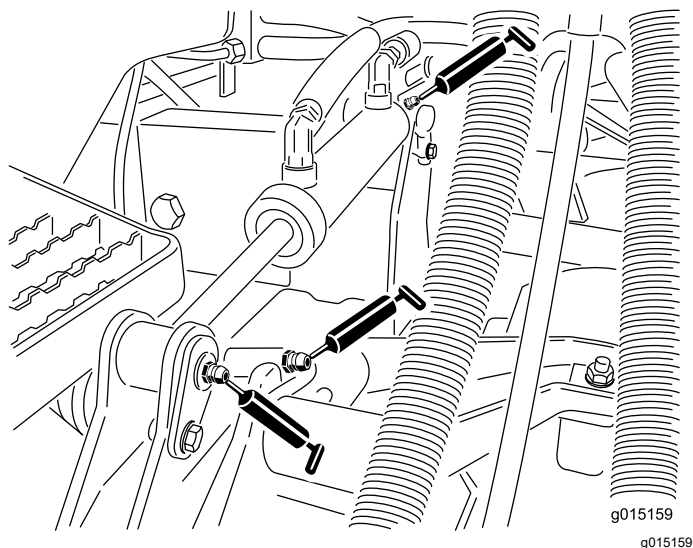

図 84
- 昇降アームのブッシュカuttingユニット 1 台に 1 ヶ所 図 84
- 昇降シリンダのブッシュカuttingユニット 1 台に 2 ヶ所 図 84